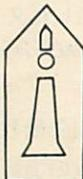

図3 しおり
(2) 切断・折りまげの知識と技能を定着させ発達させる（2時間）→ 作業例は、しおり・下敷など（図3、図4）